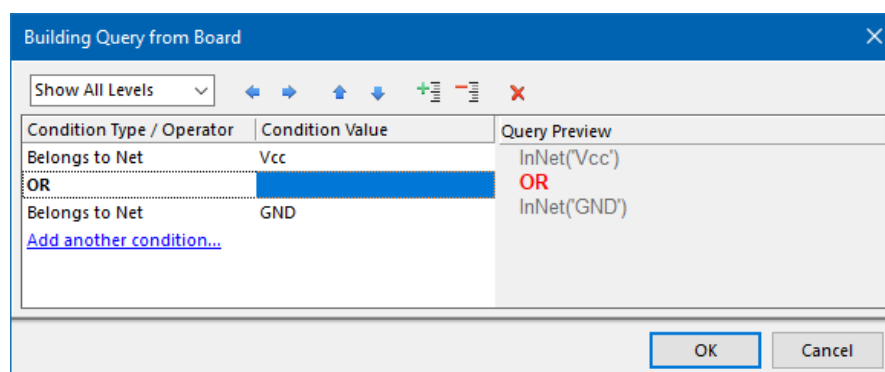

Рис. 11.19. Завдання області дії правила
Клацніть в полі **Add first condition** і оберіть **Belongs to Net** з випадного списку. Далі клацніть в полі **Condition Value** і оберіть зі списку **Vcc**. У правій частині вікна відображається попередній текст запиту **InNet ('Vcc')**. Клацніть на написі **Add another condition**, щоб додати в область дії нового правила також ланцюг **GND**. Як тип умови оберіть **Belongs to Net**, а як значення – **GND**. У лівій частині діалогового вікна клацніть на операторі **AND** (I) і виберіть **OR** (АБО) із випадного списку. Переконайтеся, що запит виглядає як **InNet ('Vcc') OR InNet ('GND')** (рис. 11.19).